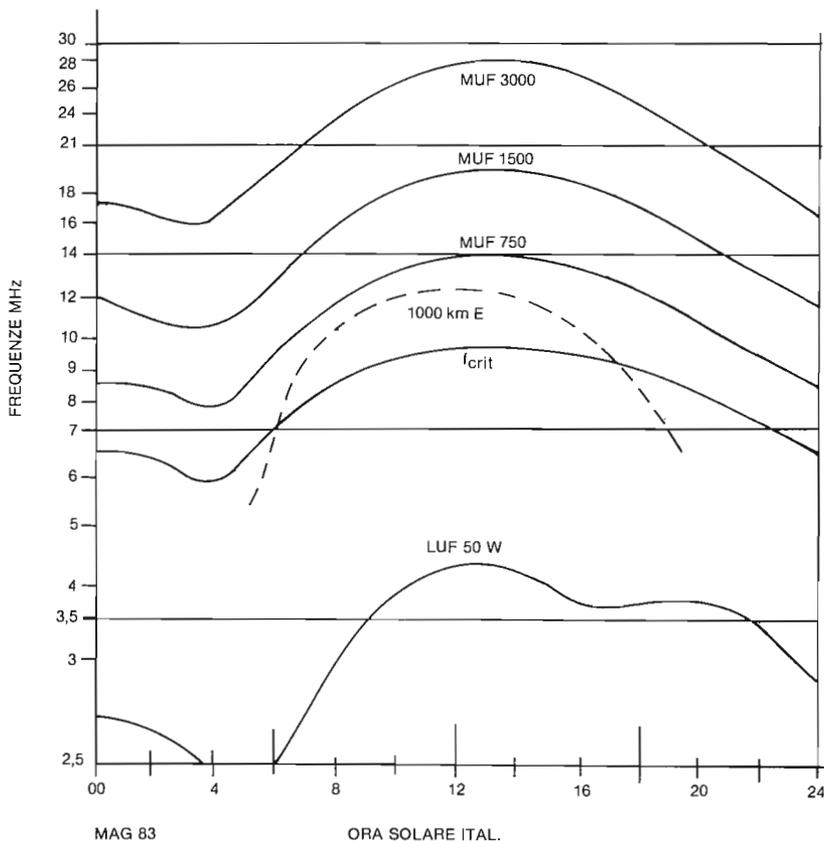

Fig. 1
Fig. 1 - Riferimento 1: nuovi trimmer per i 17 ed i 30 metri, di cui ai passi da D1 a D8. Riferimento 2: nuovi trimmer di cui ai passi da C1 a C9. Riferimento 3: nuovi trimmer di cui ai passi da B1 a B6.
- 1 () Sulla piastra PB-1188 dei trimmer che è stata sollevata — vedasi nella fig. 1 — praticare fra TC29 e la vite con testa crociata tre fori da 2 mm per il trimmer miniatura per la banda dei 30 m.
- () Analogamente si proceda — vedi fig. 1 — per i fori di fissaggio del trimmer miniatura per la banda dei 17 metri, affiancato a TC15.
Nel dissaldare TC28 con il condensatore C129 (da 820 pF) è da far attenzione che la parte del trimmer dal lato della vite è collegato anche alla pista di massa. Vedasi il piano di montaggio in fig. 1. Nel dissaldare L33 con i relativi collegamenti e C135 è da far attenzione che la bobina non venga invertita; in caso di dubbi, provare con l'ohmetro.
- 1 () Togliere le due viti di fissaggio della piastrina PB 1092 e ripiegare quest'ultima verso il commutatore di banda. Seguendo le indicazioni di fig. 1, praticare quattro fori da 2 mm per i due trimmer a mica nello spazio sottostante la posizione dei trimmer da TC6 a TC10. Sistemare i due nuovi trimmer in posizione tale che il lato vite di ognuno si trovi contrapposto a quello dell'altro, al centro della piastrina.
Come si osserva dalla Fig. 1 le MUF dello strato F sono più basse del solito.